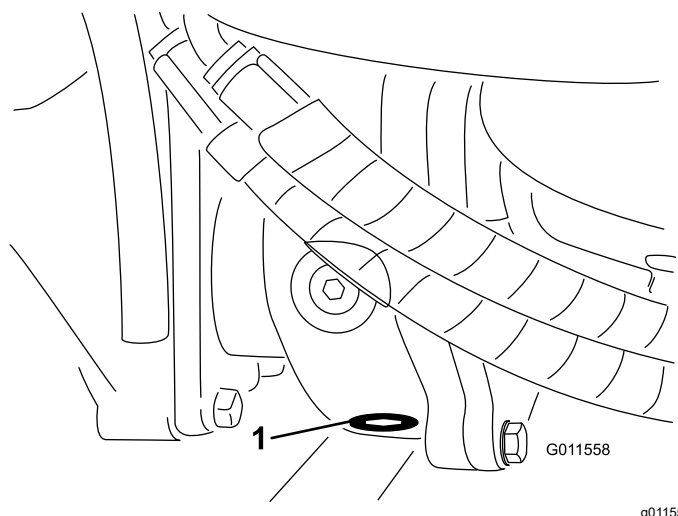

Рисунок 110
5. Очистите область вокруг сливной пробки на нижней стороне редуктора (Рисунок 110).